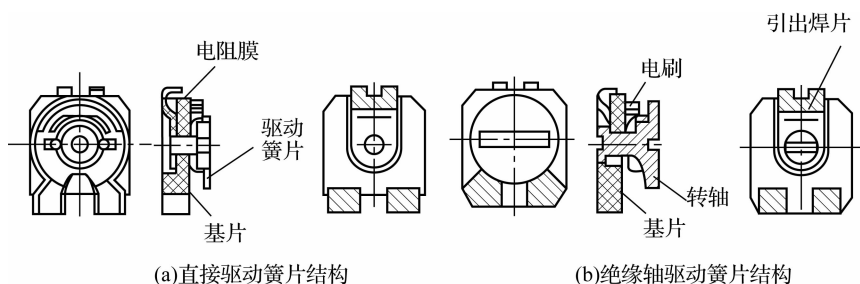

图 1-28 敞开式电位器的结构
(1) 敞开式结构。敞开式电位器的结构如图 1-28 所示。它又分为直接驱动簧片结构和绝缘轴驱动簧片结构。这种电位器无外壳保护，灰尘和潮气易进入产品，对性能有一定影响，但价格低廉。